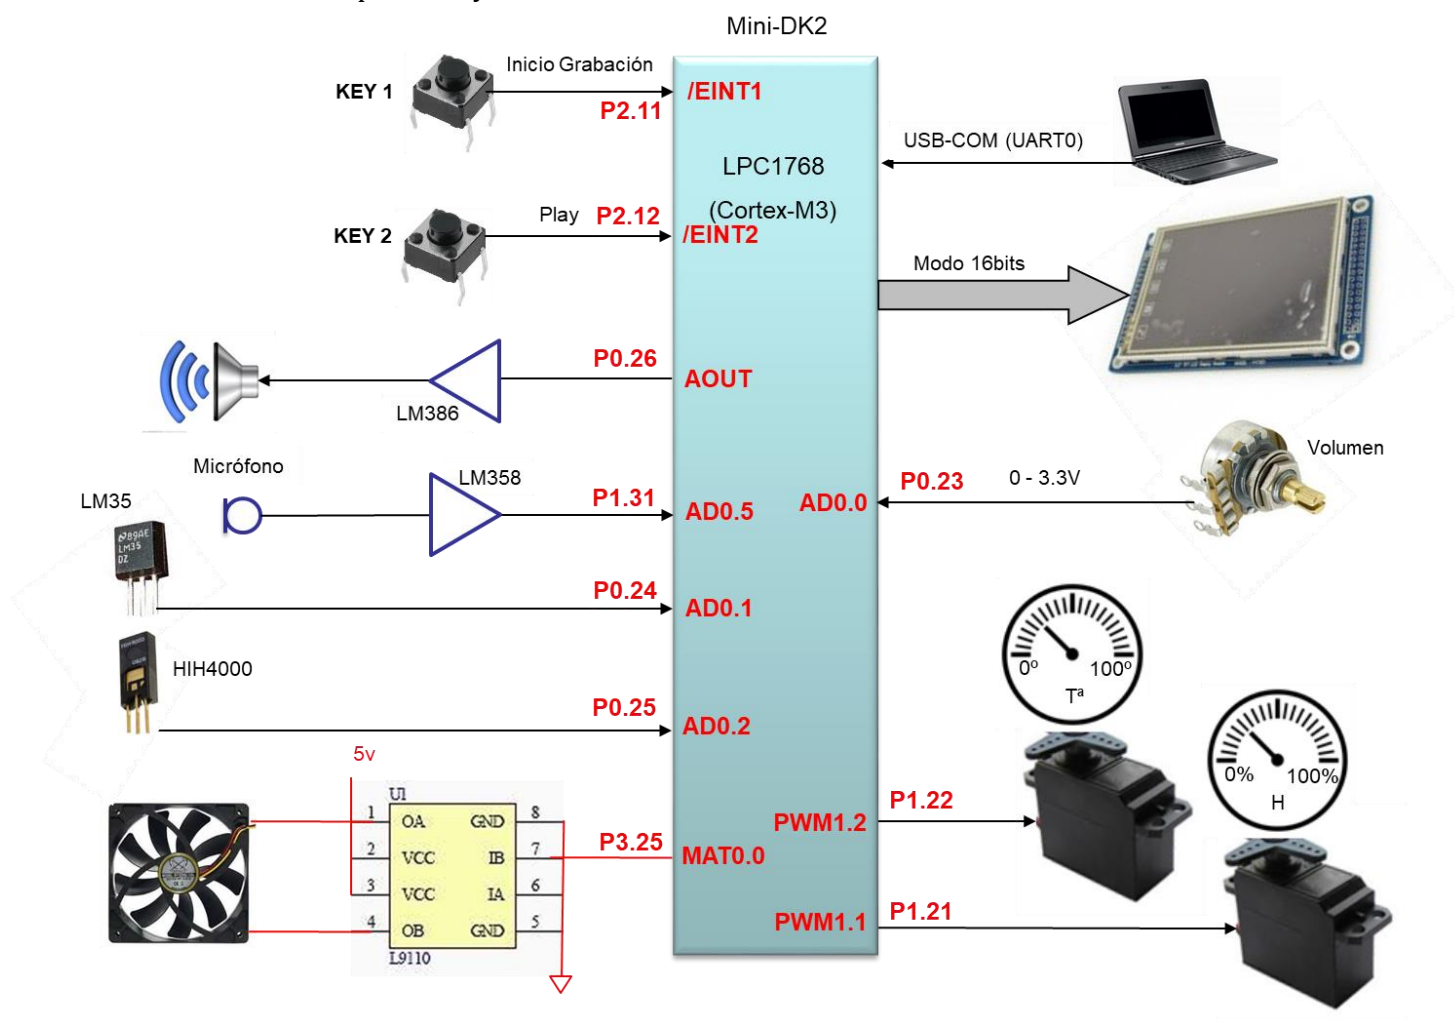

Figura 1. Diagrama de bloques sistema
- a) Complete el interconexionado sobre el diagrama de la figura 1, el pin **Pn.x** (sobre la línea de conexión) y el nombre del recurso utilizado dentro del bloque que representa al LPC1768 (ej. **MAT1.0**).
- d) Explique el recurso que utilizaría y como lo configuraría, para generar la **señal PWM** que actuaría sobre el **ventilador**. Considere una frecuencia de la señal **PWM de 1 KHz** y que el ciclo de trabajo varíe entre el 10% y 90%, en función de una variable global **ciclo_PWM** ya declarada que toma valores entre 0 y 1. Complete sobre la figura 1 la conexión del L9110 con el ventilador y el LPC1768, según **Anexo III**.